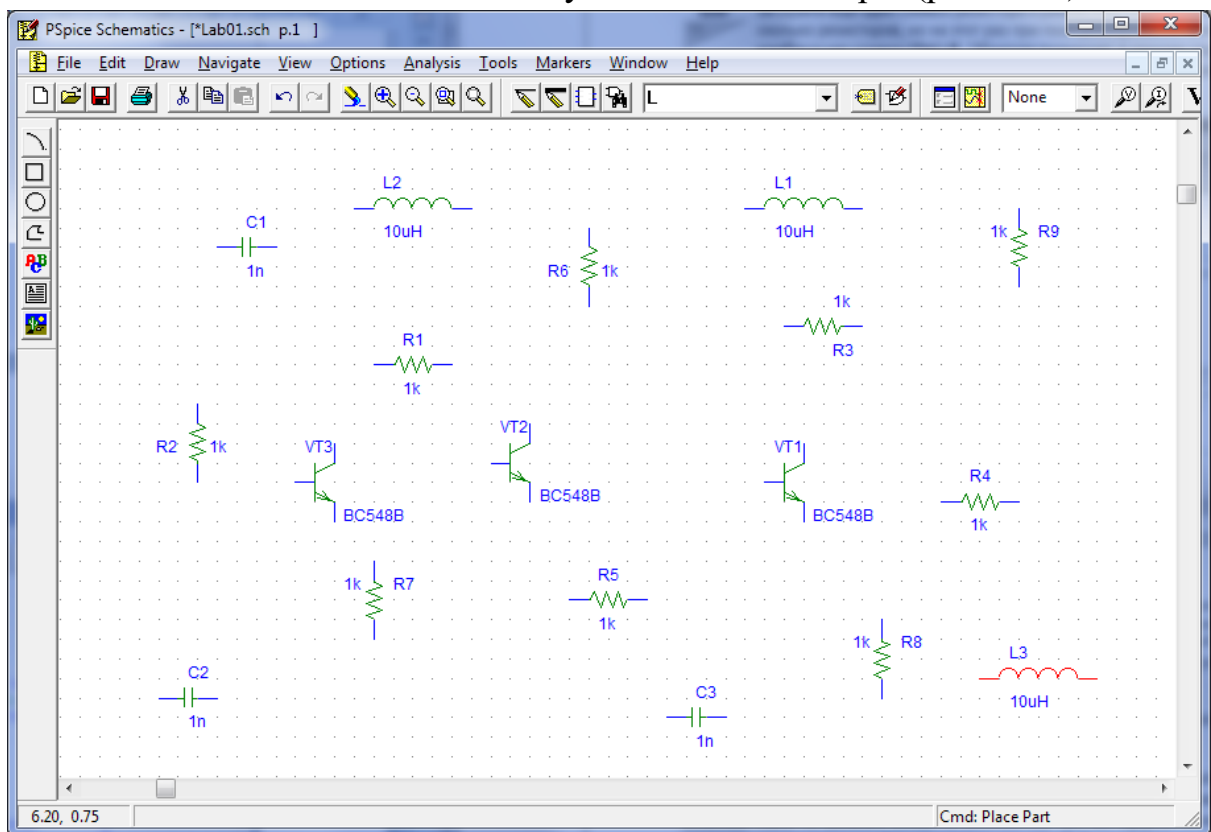

Рис. 12.9. Робоча поверхня листа редактора PSpice Schematics з різними схемними позначеннями
11) Завантажте ще один символ резистора і розмістіте на робочій поверхні декілька резисторів, але цього разу при позиціонуванні натискайте комбінацію клавіш Ctrl+R. Зверніть увагу: в даному випадку клавіша R (від англ. rotate - обертати) використовується для повороту компонента на 90°. Так само встановіть ще декілька котушок і конденсаторів (рис. 12.9).